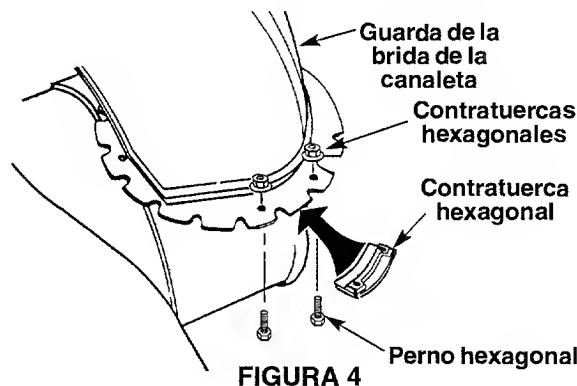

FIGURA 4
- Inserte el perno hexagonal a través de la guarda de la brida de la canaleta y del conjunto de la canaleta según se muestra en la figura 4. Asegure con la contratuercua hexagonal.